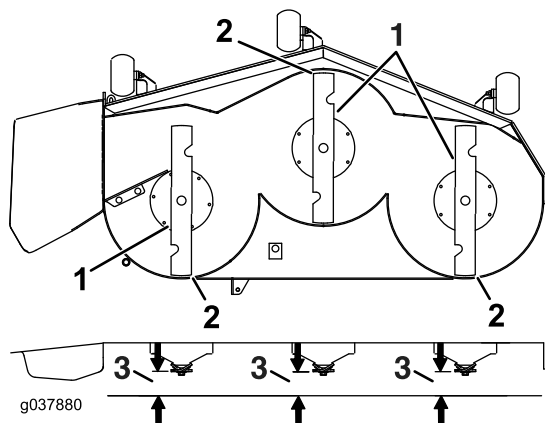

Figura 87
7. Controllate il livello della lama in direzione longitudinale (Figura 87). Accertate che la punta della lama anteriore sia più bassa della punta della lama posteriore mostrata nella tabella dell'angolo di spoglia e dell'altezza del blocco. Per eventuali regolazioni, continuate la procedura.